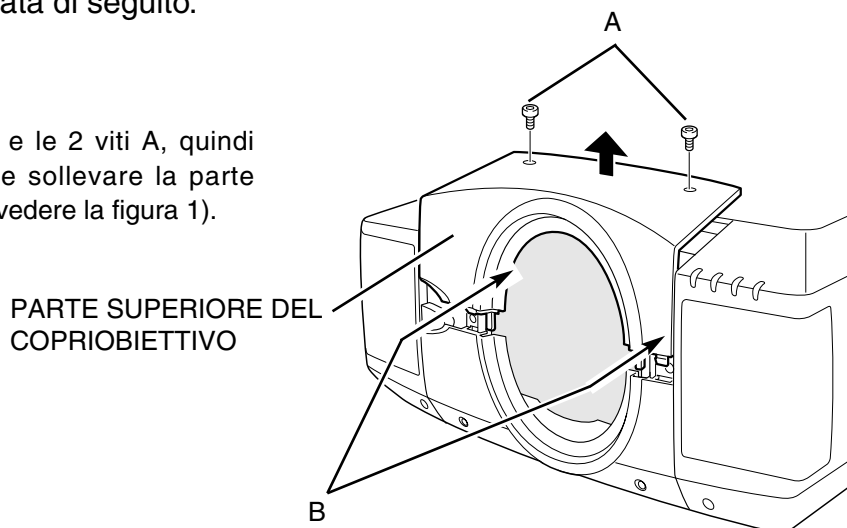
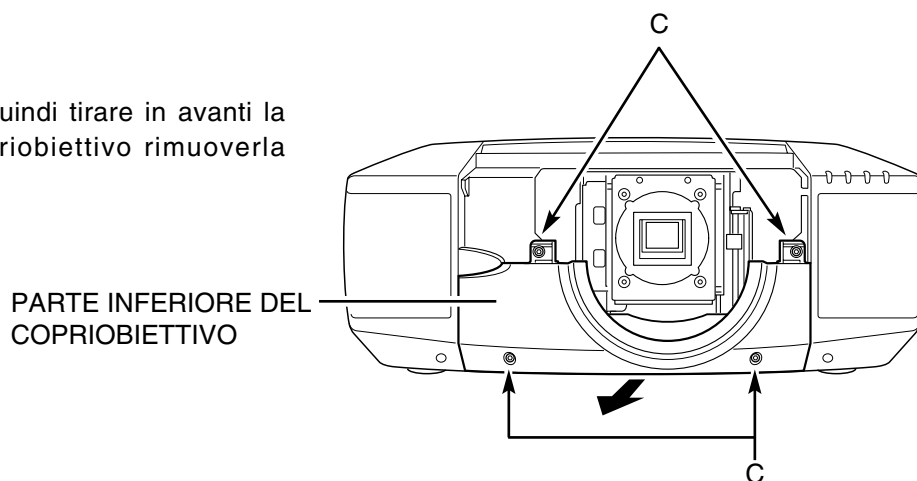
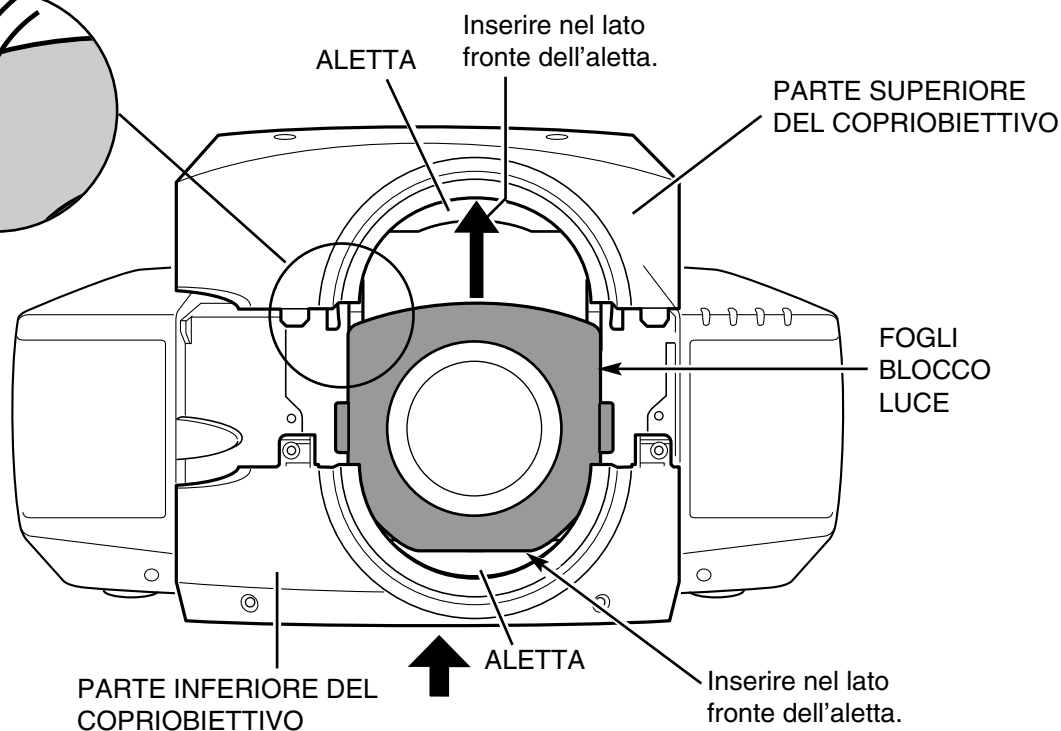

Figura 1
Figura 2
Figura 9
- 1** Rimuovere il copriobiettivo e le 2 viti A, quindi premere il componente B e sollevare la parte superiore del copriobiettivo (vedere la figura 1).
- 2** Rimuovere le 4 viti C, quindi tirare in avanti la parte inferiore del copriobiettivo rimuoverla (vedere la figura 2).
- 8 Installare nuovamente la parte inferiore del copriobiettivo. Inserire nella guida di quest'ultima i fogli blocco luce e disporli di fronte all'aletta (vedere la figura 9). Fissare la parte inferiore del copriobiettivo mediante le 4 viti C (vedere la figura 2).
- 9 Installare nuovamente la parte superiore del copriobiettivo. Inserire nella guida di quest'ultima i fogli blocco luce e disporli di fronte all'aletta (vedere la figura 9). Fissare la parte superiore del copriobiettivo mediante le 2 viti A (vedere la figura 1).